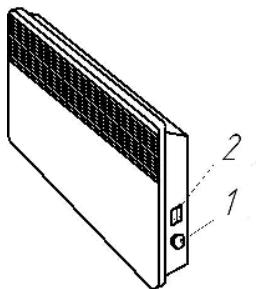

Рис. 5 Размещение органов управления конвекторов (IP20)
4.7 Переведите клавишу выключателя (клавиши ступенчатого регулятора мощности) в отключённое положение «0», ручку термостата установите в положение «***» (с совместите знак «***» на ручке с меткой на корпусе конвектора или блока управления). Конвектор готов к работе (расположение органов управления конвектором приведено на рис. 5, 6).
Внимание! Категорически запрещается включать и эксплуатировать конвектор без его закрепления на кронштейнах на стене или без установленных опор на полу. Включать и эксплуатировать конвектор допускается только в положении, показанном на рис. 5, 6 (воздухозаборной решёткой вниз). При первом включении конвектора возможен запах от испарения консервационных материалов. Рекомендуется проветрить помещение.